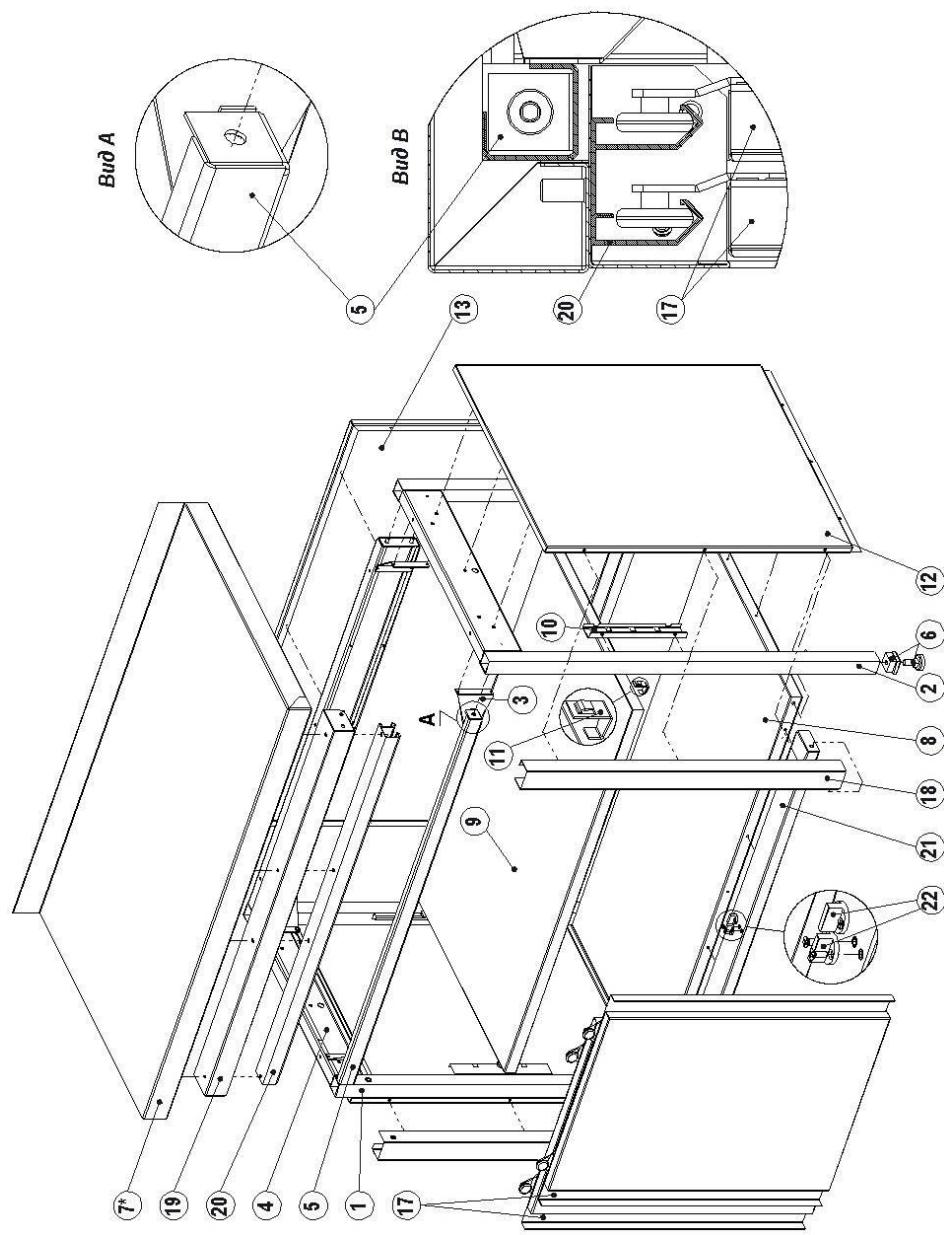

Рис. 3
- ПРИМЕЧАНИЕ: для стола с блоком купе передняя балка имеет в сечении квадратную форму, в косынках по три отверстия. Положение балки показано на рис. 3, вид А. Положение роликов на ходовом рельсе показано на виде В.**
- 2.6.2. К боковым стенкам (12) крепить боковую панель блока купе (18) саморезами (27);